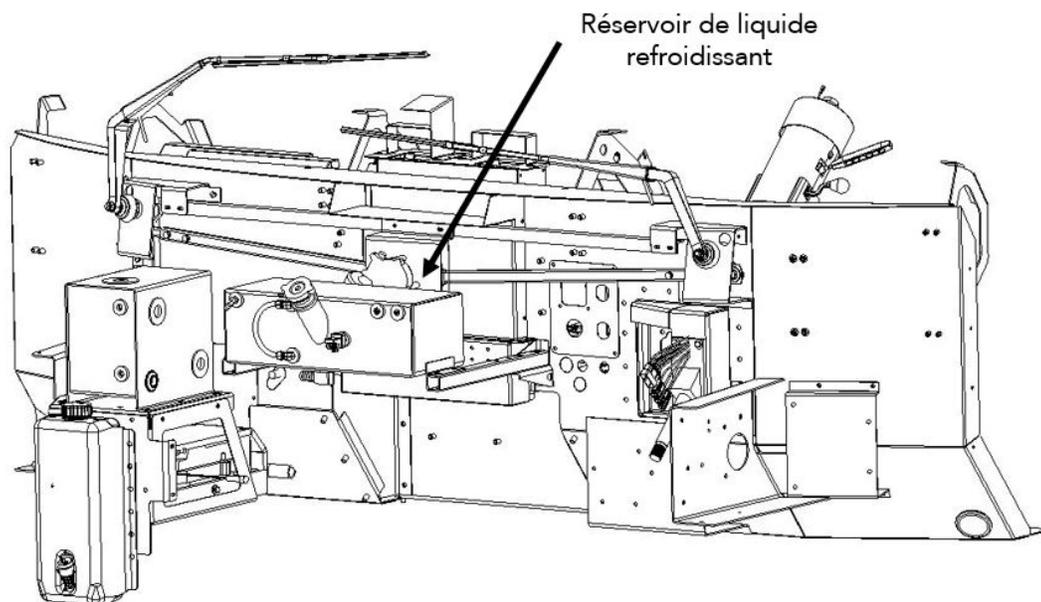

Figure 2 - Emplacement du réservoir
2. **Repérez le bouchon du réservoir du liquide pour le système de refroidissement du moteur (Figure 2).**
4. **Vérifiez le niveau de liquide dans le réservoir pour le système de refroidissement du moteur (Figure 2).**